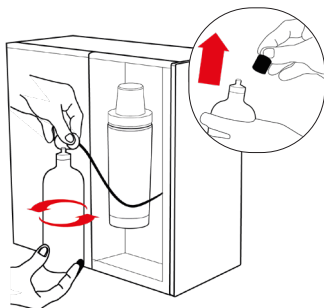

Fig. 4-14
24.3 – Prendere la nuova bombola, rimuovere il sigillo e il tappo di protezione della valvola e accoppiare il filetto femmina del riduttore con il filetto maschio della valvola della bombola, ruotandola da sinistra verso destra. Tenendo fermo il riduttore con una mano ruotare la bombola con l'altra mano fino a che le due parti risultano essere completamente avvitate. **Tenere la bombola verticale con la valvola rivolta verso l'alto, Fig. 4-14.** Serrare ulteriormente a mano bombola e riduttore applicando una leggera forza, l'eventuale sfiato di una piccola quantità di gas durante la fase finale del serraggio è da considerarsi normale.